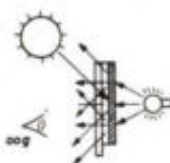

Fig. 23. Principe van transreflectieve display.
- **transreflectieve displays.** Dit type cel is aan de achterkant voorzien van een gedeeltelijk reflecterende en gedeeltelijk lichtdoorlatende laag. Deze cellen worden gebruikt voor displays die beurtelings bij daglicht en in duisternis moeten kunnen worden afgelezen. Een typerend voorbeeld is de frequentieschaal van een autoradio. Zie fig. 23.